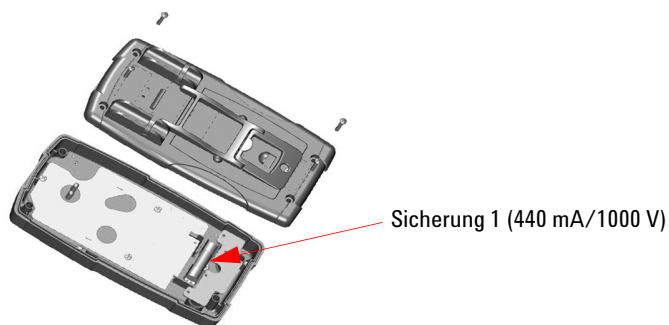

Abbildung 4-2 Austausch von Sicherung 1
- 3 Entfernen Sie vorsichtig die defekte Sicherung 1, indem Sie ein Ende der Sicherung herausdrücken und sie aus der Sicherungsklammer nehmen. Siehe Abbildung 4-2.